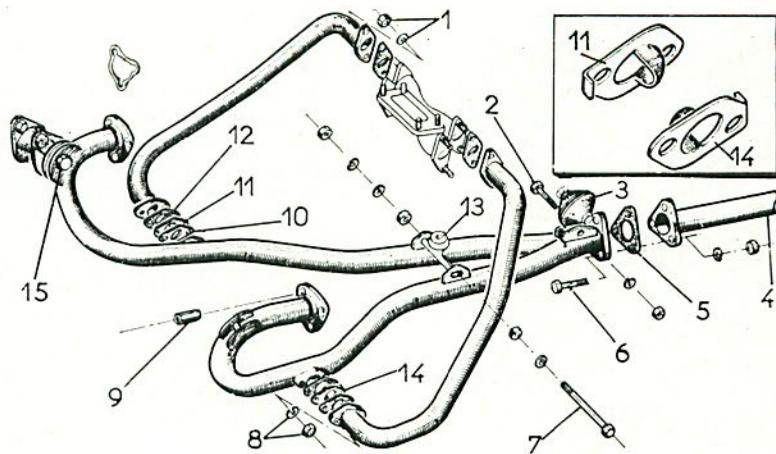

Figure 32.
POSE ET DEPOSE DE LA TUBULURE D'ECHAPPEMENT (fig. 32)
Vérifier l'état des joints (10) des brides de tubulures de réchauffage, les poser, reposer les déflecteurs de réchauffage (11 et 14), en respectant la position indiquée figure 32. Il est indispensable de monter le déflecteur d'entrée (11) (hauteur d'écope 29 mm), sur le côté droit, la patte-repère se trouvant vers l'avant de la voiture. Placer les deux autres joints (12), puis engager les brides de tubulures de réchauffage sur les goujons.